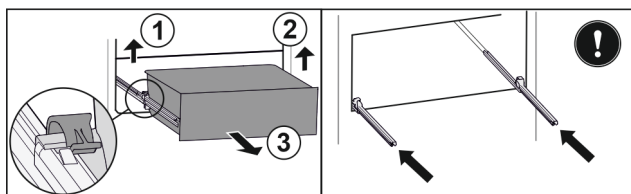

Fig. 153
- ▶ Løft den venstre klemme, og træk samtidigt skuffen i venstre side fremad. Fig. 153 (1)
- ▶ Løft den højre klemme, og træk samtidigt skuffen i højre side fremad. Fig. 153 (2)
- ▶ Tag skuffen ud fremefter. Fig. 153 (3)